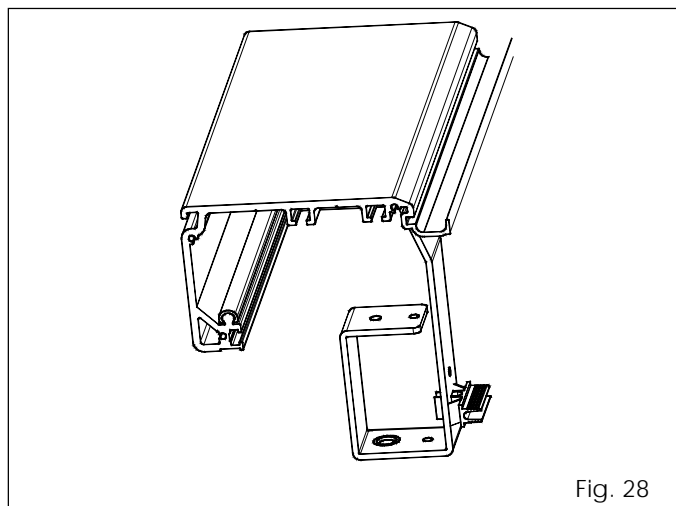

Fig. 28
- Zet de draagbeugel van de interne ontgrendelknop vast aan het andere uiteinde van de dwarsbalk (aan de kant van de motorgroep) zoals is geïllustreerd in fig. 28.